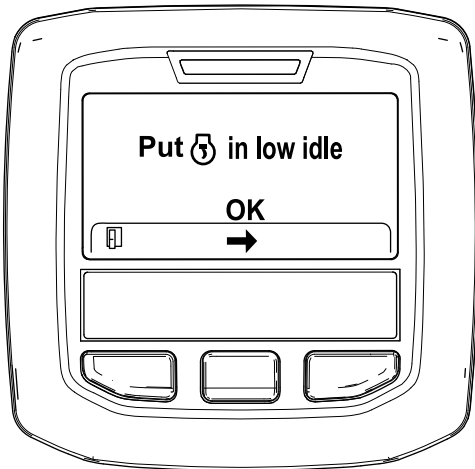

Figura 34
6. Mova o controle da aceleração para RALENTI BAIXO e prima o botão central (Figura 34).